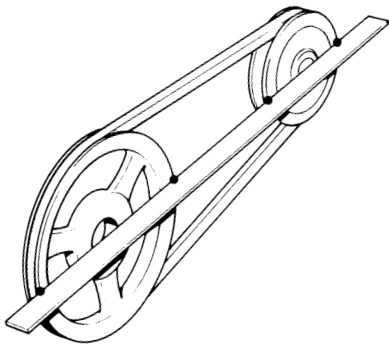

Fig. 33 Alignement des poulies à gorge
- Régler la position du moteur jusqu'à obtenir la bonne tension de la courroie (voir Fig. 33).
- S'assurer, après le réglage, que les poulies à gorge s'alignent pour éviter ainsi un usage excessif de la courroie. Effectuer le contrôle à l'aide d'une règle appropriée, voir Fig. 33.: la règle doit toucher les poulies à 4 endroits.